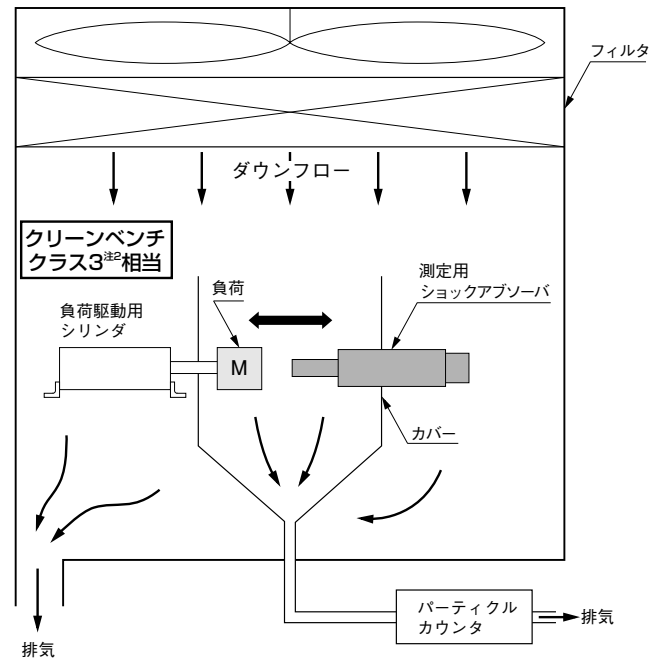

図1
1. クリーンベンチ(図1)内の測定用ショックアブソーバおよび負荷駆動用シリンダを作動させず、クリーンベンチ内のパーティクルを測定する。(バックグラウンドの測定)注